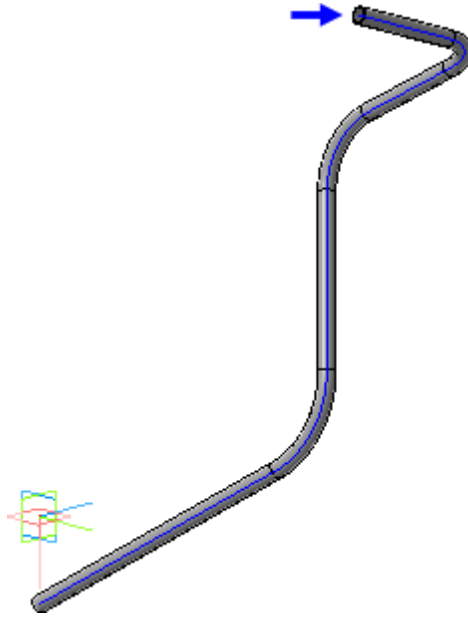

Рисунок 29.
- Разверните модель так, чтобы стал виден плоский торец на "спинке" (рис. 29).